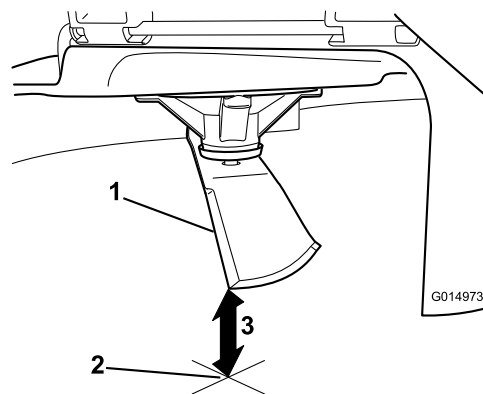

Figura 58
3. Meça da ponta da lâmina até à superfície plana (Figura 58).